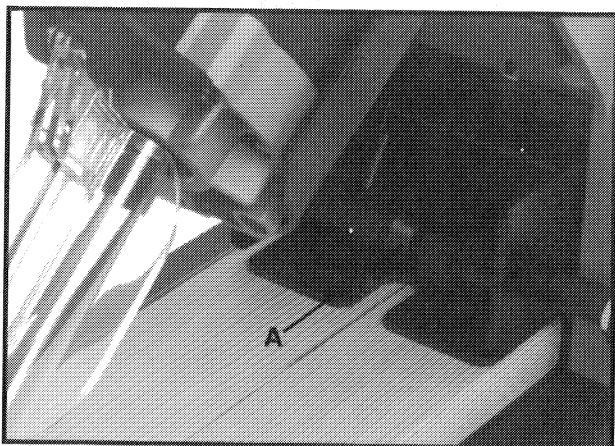

Fig. 8
3. Mettez le matériel contre le Coupe-Poche (Pocket Cutter®) en alignant la marque au crayon sur le centre de l'entaille "V" (A) Fig. 8, dans le rouleau de l'étau d'ouvrage. Tournez le levier de l'étau en sens inverse des aiguilles d'une montre pour bien sécuriser l'ouvrage dans la machine.